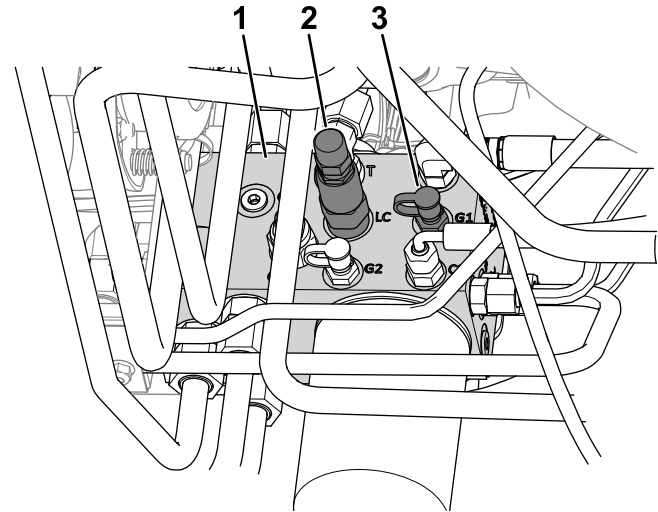

Figura 21
- Conecte un manómetro al punto de prueba (marcado G1; consulte Figura 21).
- Válvula de transferencia de peso (LC)
- En el lateral del distribuidor de elevación, retire el tapón del punto de prueba (marcado G1; consulte Figura 21).
- Afloje la contratuerca del extremo de la válvula de transferencia de peso (marcado LC; consulte Figura 21).